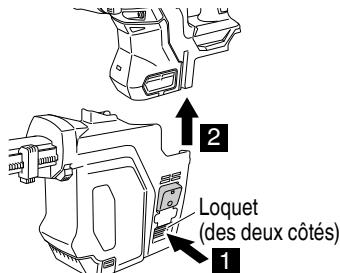

Fig. 4
### (2) Dépose du système extracteur de poussière (Fig. 4)